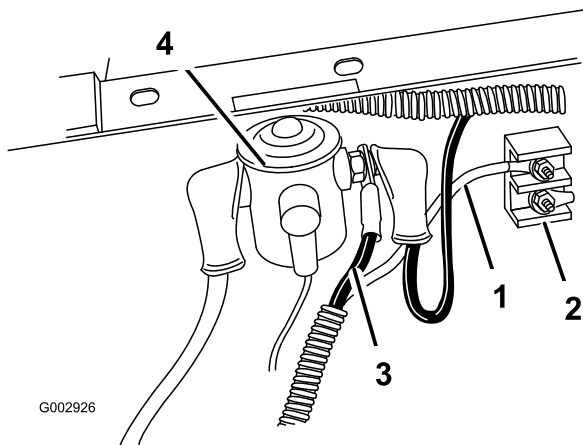

Bild 7
10. Schließen Sie das Stromkabel an den Magneten unter dem Fahrersitz an (Bild 7).
11. Schließen Sie das Ende des schwarzen Erdkabels an einen Erdungsbolzen am Erdpolblock an (Bild 7).